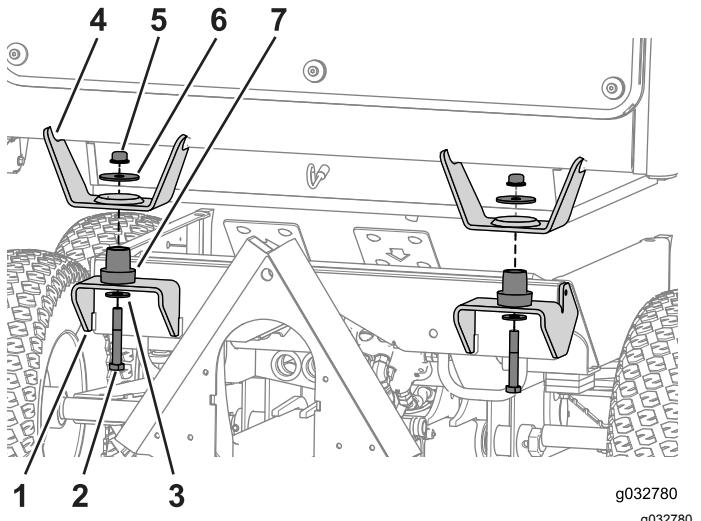

図 65
3. 各取り付け部にゴム製のアイソレータを挿入する 図 65。
4. ボルト1/2" x 3 1/4"、大きいワッシャ、フランジナットを使って、キャブを機体に固定する 図 65。
2. 前マウントの2つのボルト穴に合わせてキャブを機体に降ろす 図 65。